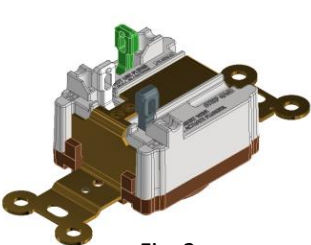

Fig. 2
• Le dispositif est livré de l'usine prêt à être câblé, les poussoirs en position "vers le haut". Consulter la Fig. 2. Les poussoirs doivent être relevés avant qu'un fil puisse être inséré dans la chambre de câblage.